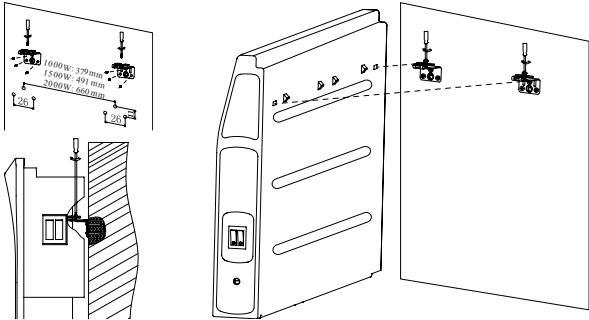

Рис. 3
5. Просверлите отверстия необходимого диаметра по меткам крепления, вставьте дюбели*, приложите кронштейны и закрутите установочные винты*, закрепив тем самым кронштейн на стене (см рис. 3).
- задней части конвектора с 2 выступами на кронштейнах (рис. 3).